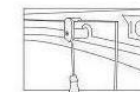

Рис.15
**Стеклянные двери.** Стеклянные двери изделия представляют собой раздвижную конструкцию; герметичность дверей обеспечивается за счет магнитного уплотнителя. Двери открываются и закрываются без усилий. Пожалуйста, не открывайте и не закрывайте двери с усилием во избежание повреждения кабины. В случае возникновения затруднений при открывании-закрывании дверей, смажьте направляющие роликов (нижний и верхний профили) силиконовой смазкой и отрегулируйте верхние ролики (рис.15).